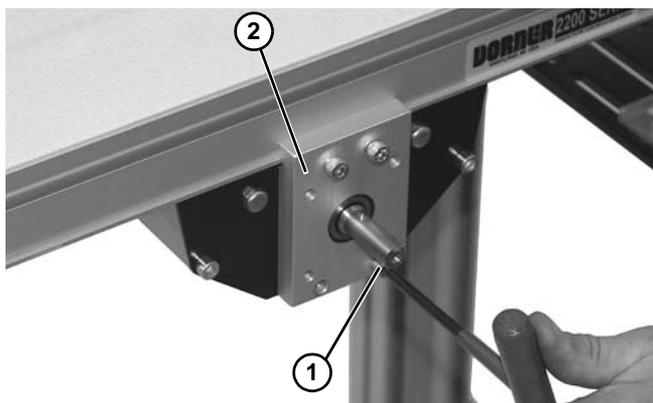
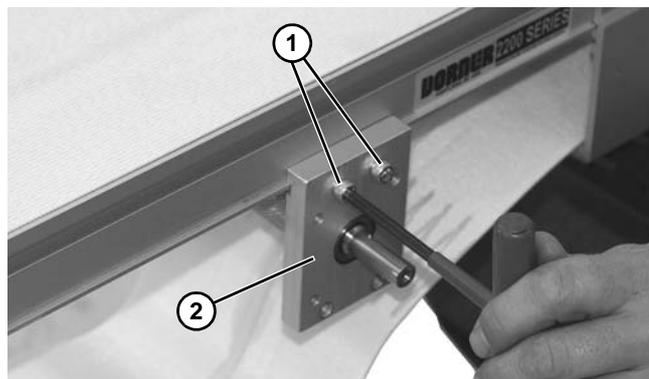

Figura 72
Figura 74
3. Afloje un tornillo Allen (Figura 72, artículo 1) de cada lado del bloque de montaje (Figura 72, artículo 2).
5. Afloje dos tornillos Allen (Figura 74, artículo 1) de cada lado del bloque de montaje (Figura 74, artículo 2).
10. Apriete los tornillos Allen (**Figura 72, artículo 1**) y (**Figura 74, artículo 1**) a 7 Nm.